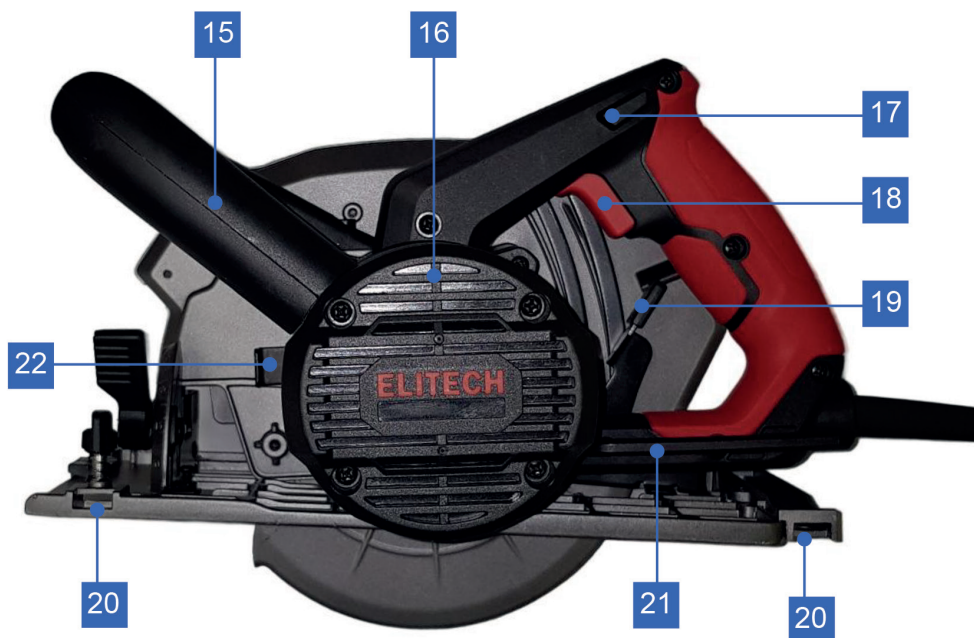
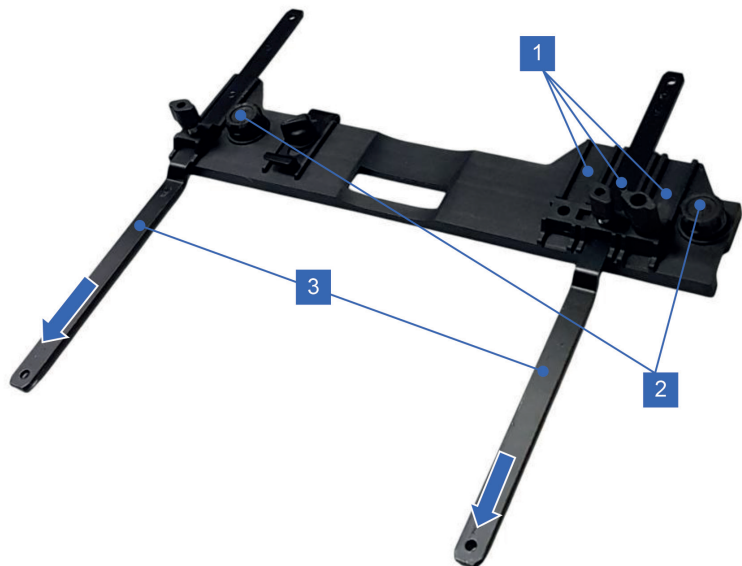

Рис. 2
Рис. 13
Адаптер крепится к пиле в специальные прорези на опорной платформе (поз. 20, рис. 2) с помощью двух направляющих (поз. 3 рис. 13).
- Закрепите направляющие на адаптер, установив нужное расстояние между ними используя одно из трёх посадочных мест (поз. 1, рис. 13).
- С помощью винтов (поз. 2, рис. 13), отрегулируйте возможный зазор между пазом адаптера и направляющей шиной. Пила должна свободно, без люфта скользить по направляющей шине.